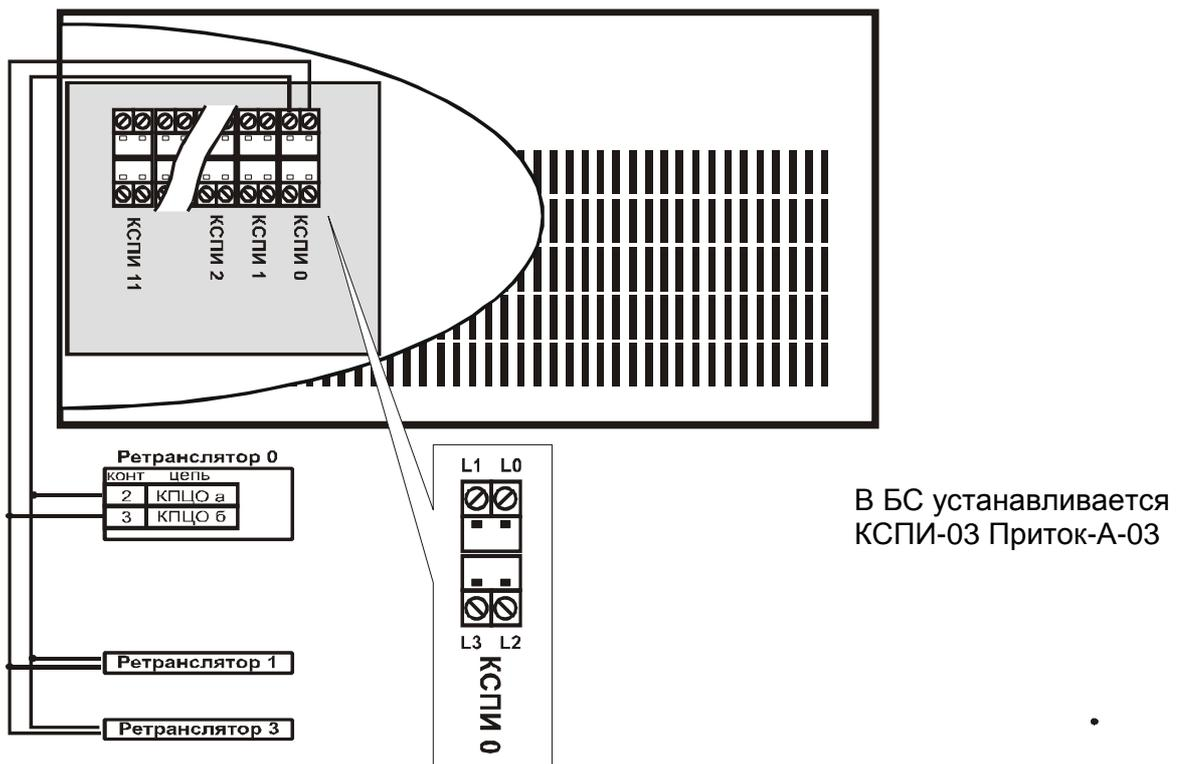

Рисунок 4.8 – Подключение ретрансляторов Приток –А к блоку сопряжения.
- рисунок 4.8 – Подключение ретрансляторов Приток–А.